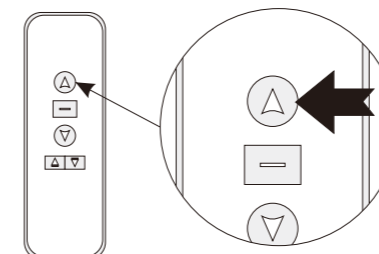

图20
- 1.将银幕处于负载状态,接通电源5秒内,用手指同时按住遥控发射器的幕布上行键和停止键5秒后再松开(如图20)。